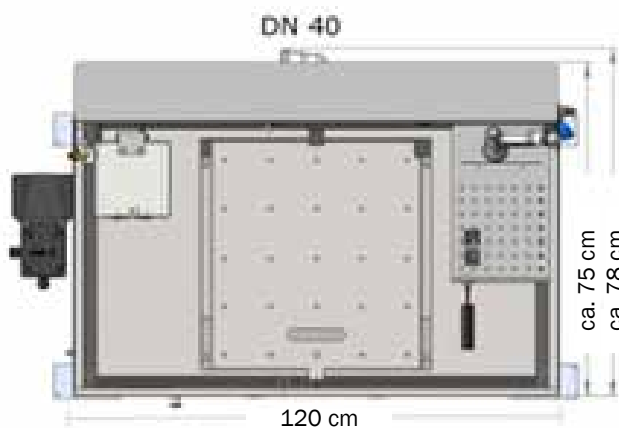

Fig. 2
- Pulire gli attrezzi nella stazione di pulizia dei pennelli (8) Fig. 2, 7